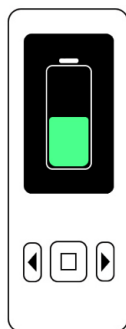

Fig. 7 : Le moteur d'endodontie **X-Smart® Go** se recharge
- Pendant la recharge, l'icône de la batterie s'affiche sur l'écran du moteur (voir ► Fig. 7). Une fois la recharge terminée, l'écran du moteur et le voyant bleu de la batterie externe s'éteignent.